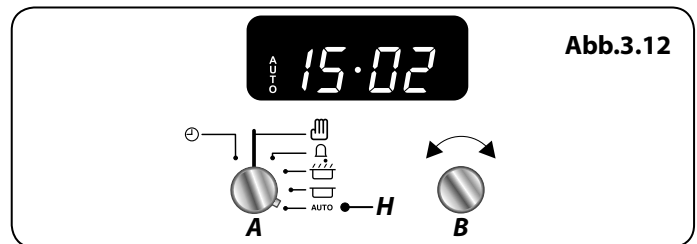

Abb.3.12
5. Drehen Sie den **Einstellknopf Timer (A)** in die Stellung **Auto (H)** (**Abb.3.12**). Wenn die aktuelle Uhrzeit und das Wort „**AUTO**“ auf dem Display angezeigt ist, schaltet sich der Herd ein bzw. aus.